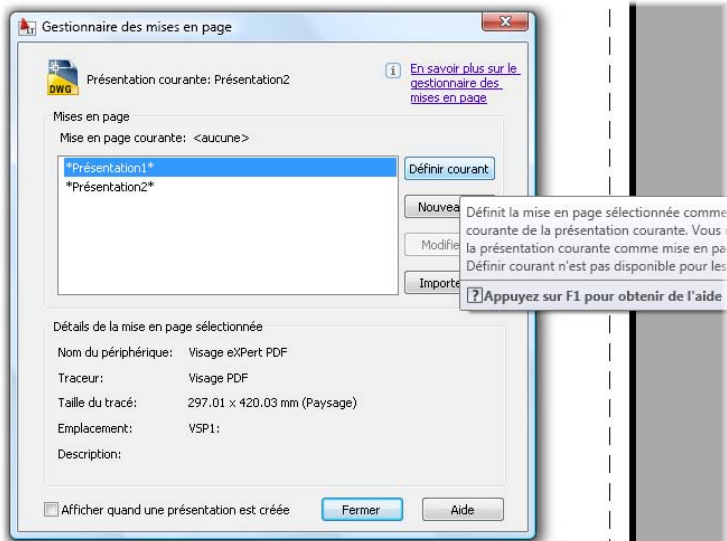

Figure 6.29
29. Le gestionnaire des mises en page apparaît à l'écran (voir Figure 6.29). Cliquons sur Présentation 1 puis sur Définir courant. Ainsi, on récupère tous les paramètres des mises en page déjà effectuées pour la présentation 1 (choix du traceur, format de page, orientation, échelle utilisateur).